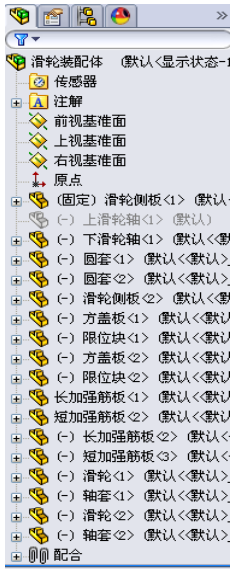

图 4-13 压缩后的零件状态
(4) 单击“确定”按钮，即可将零件压缩。被压缩的零件不显示，其名字前面的图标呈灰色显示，如图 4-13 所示。